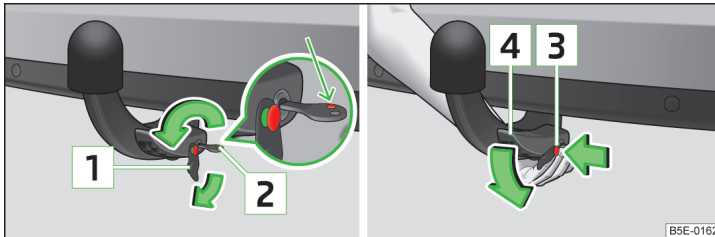

Abb. 159 Bedienungshebel der Kugelstange entriegeln / Kugelstange lösen
- Die Kappe **1** » Abb. 159 vom Schloss in Pfeilrichtung abnehmen.